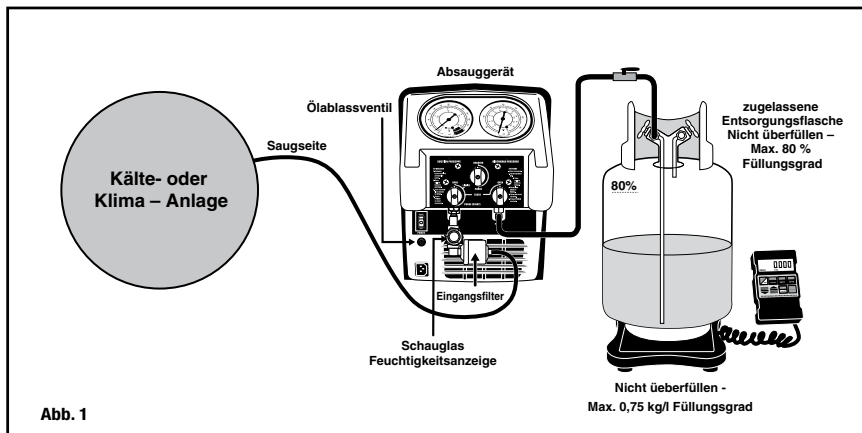

Abb. 1
## **OPERATING GUIDE FOR DIRECT VAPOR OR LIQUID RECOVERY** (Refer to fig.1)
**HINWEISE BEIM „FLÜSSIG/GAS ABSAUGVERFAHREN“** (siehe auch Abb. 1)
(ver fig. 1)